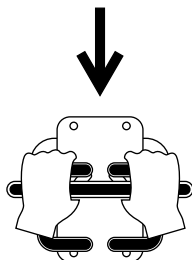

Figura 8
- Per spostarvi in retromarcia, spostate entrambi i comandi della trazione indietro (Figura 8).